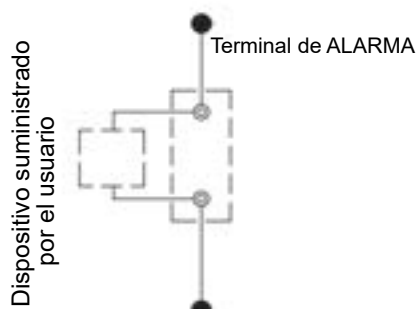

Fig. 8-23 Cableado del puerto "ALARM"
- Las tuberías de derivación y las válvulas de derivación, como se muestra en la Fig. 8-23, deben montarse en el intercambiador de calor para facilitar la limpieza del sistema exterior de paso de agua antes de ajustar la unidad. De esta forma para realizar el mantenimiento se puede cortar la circulación de agua por el equipo, sin tener que cortar ninguna tubería ni eliminar ningún elemento hidráulico.